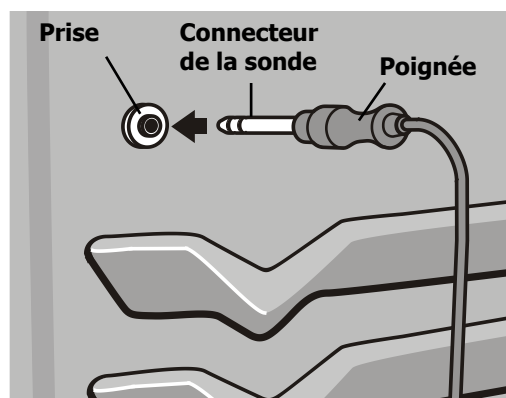

Fig. 2
3. Branchez le connecteur de la sonde dans la prise située à l'intérieur du four (assurez-vous que le four est froid). La **prise de la sonde** est située à l'avant de la paroi interne de la cavité du four, dans le coin supérieur gauche (fig. 2).